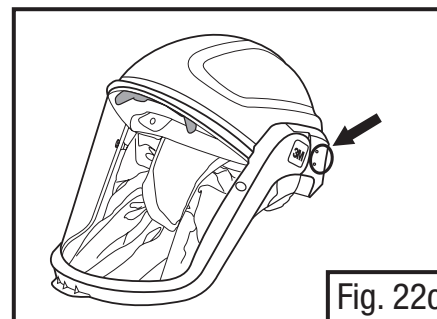

Fig. 22c
- Trouver les points de fixation des protecteurs d'oreilles à l'extérieur de la coquille de la pièce faciale (Fig. 22c et 22d). Remarque des encoches auxquelles on fixe les protecteurs d'oreilles sont visibles à l'extérieur de la coquille de la pièce faciale de série M-300. Sur la pièce faciale M-100, les encoches peuvent ne pas être aussi visibles à l'extérieur de la coquille.